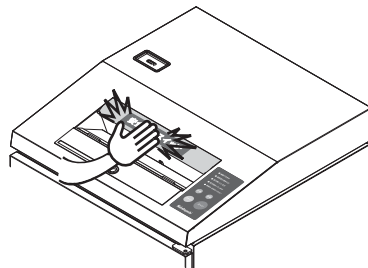

図9 緊急停止方法
- 危険が生じた場合など、緊急停止したい場合には安全停止スイッチ⑥を押してください。このスイッチを押すと、細断処理を中断し、停止します。 図9 参照